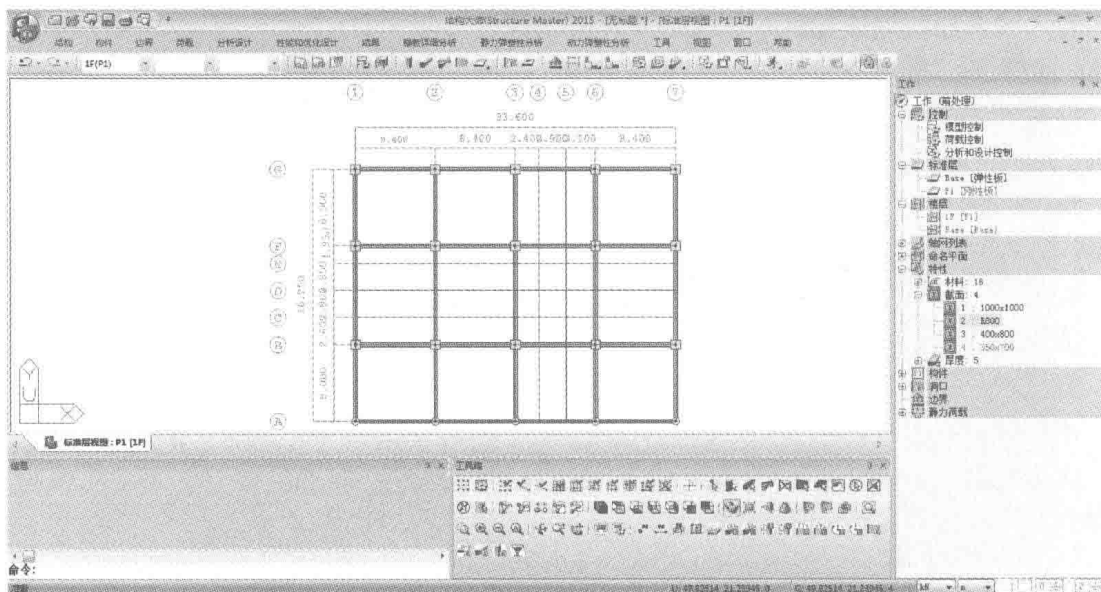

图 2.2-9 梁构件的布置
2. 单击【构件>建立构件>梁】，弹出建立构件对话框，选择构件类型：梁，截面：3：400×800，端部铰：两端刚接，布置方式：轴。分别单击轴线①，②，③，⑥，⑦和A，B，F，G轴，布置框架梁。如图 2.2-9 所示。